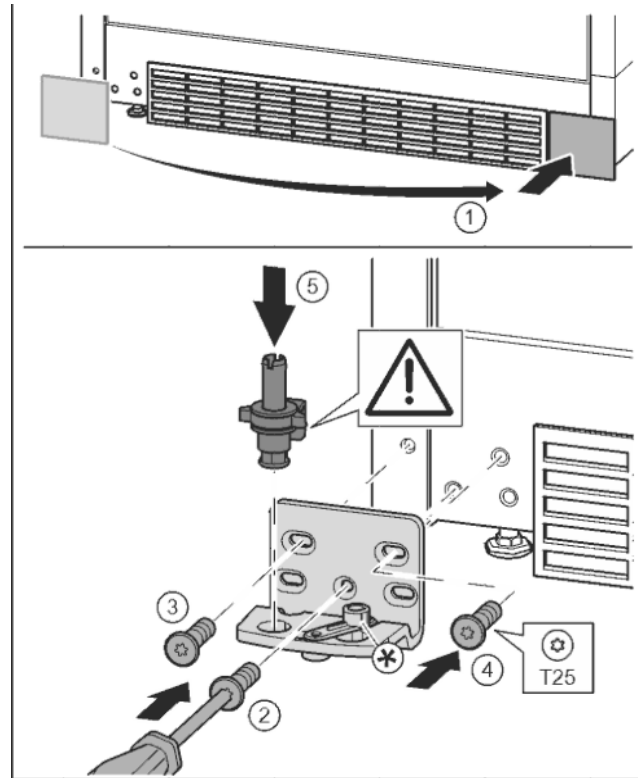

Fig. 12
- ▶ Abdeckung abnehmen und auf der anderen Seite anbringen. Fig. 12 (1)
- ▶ Lagerbock auf der anderen Seite ansetzen und mit Hilfe eines Schraubendrehers T25 anschrauben. Mit Schraube 2 unten in der Mitte beginnen. Fig. 12 (2)
- ▶ Schraube 3 und 4 festschrauben. Fig. 12 (3, 4)
- ▶ Lagerbolzen komplett einsetzen. Dabei darauf achten, dass der Rastnocken nach hinten zeigt. Fig. 12 (5)